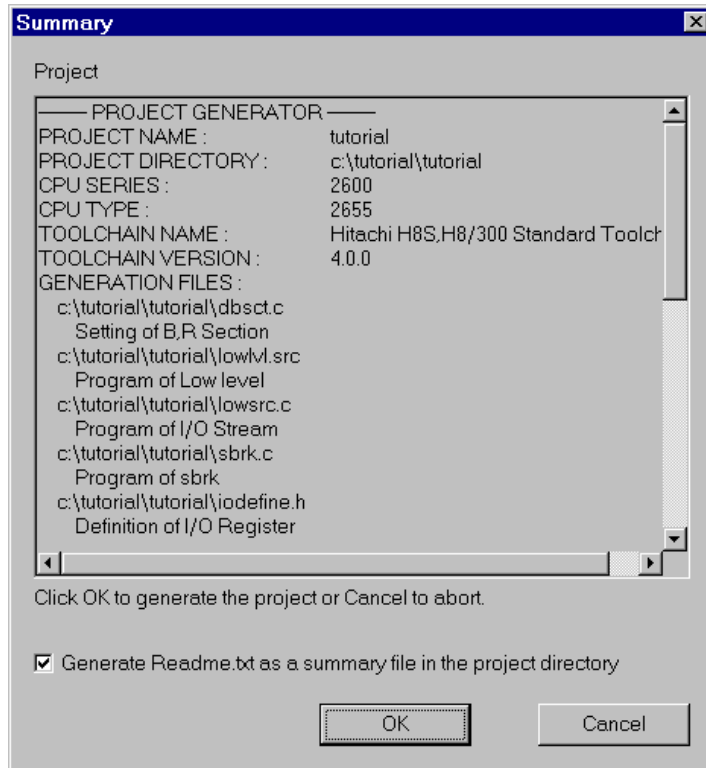

図 1.11 プロジェクトジェネレータの Summary ダイアログボックス
Step7 画面で[Finish]をクリックすると、図 1.11に示すダイアログボックスを表示します。